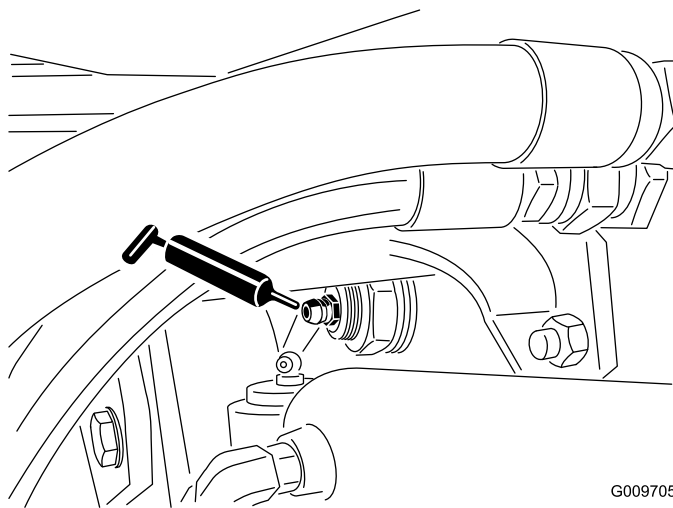

Figura 65
- Articulação do casquilho do eixo traseiro (2) (Figura 65)